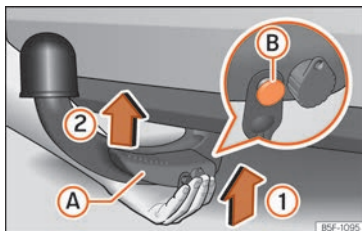

Fig. 174 Mise en place du crochet d'attelage.
- Tenez le crochet d'attelage **par en bas** et encastrez-le dans le logement du crochet en suivant le sens de la flèche » **fig. 174** (1) jusqu'à entendre un clic » **⚠**.
Le levier » **fig. 174** (A) tourne **automatiquement** dans le sens de la flèche (2) vers le haut et la broche de déverrouillage (B) sort vers l'extérieur (sa partie rouge et verte est visible) » **⚠**.
• Lors de la fixation du crochet d'attelage, pour éviter de vous pincer les doigts, il est recommandé de garder les mains loin du levier » **fig. 174** (A).